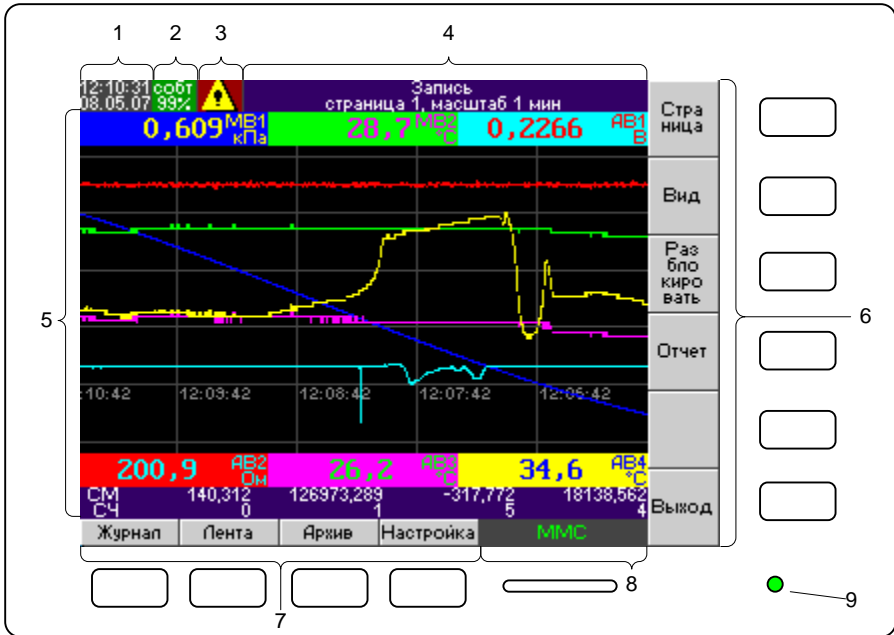

Рисунок 2.1 Интерфейс регистратора в режиме измерения
Регистратор имеет 10 функциональных клавиш, расположенных в два ряда – справа и снизу (см. рис. 2.1). Функции клавиш определяются режимом, в котором находится регистратор. Назначение каждой клавиши отображается на экране напротив соответствующей клавиши. Для увеличения размера рабочей области в режиме «Запись» имеется возможность скрыть подписи клавиш. Для этого в режиме «Запись» следует нажать клавишу **Выход**. Чтобы показать подписи следует нажать любую из 10 клавиш регистратора.
На передней панели регистратора имеется светодиодный индикатор записи на карту ММС (см. рис. 2.1, поз. 9). Также индикатор активен при включении регистратора.
- Текущее время и дата (см. рис. 2.1, поз. 1).
- Индикатор состояния памяти журнала событий (см. рис. 2.1, поз. 2). На индикаторе отображается количество свободной памяти для неподтвержденных событий в процентах от максимального размера журнала событий (750). Для того, чтобы освободить память, нужно войти в режим просмотра журнала событий и нажать клавишу **Подтвердить все**. В зависимости от уровня заполнения журнала индикатор имеет следующий цвет:
- Индикатор состояния аварийной сигнализации (см. рис. 2.1, поз. 3). Индикатор имеет следующие состояния:
- Индикатор текущего режима работы регистратора (см. рис. 2.1, поз. 4). На данном индикаторе выводится название текущего режима и другая дополнительная информация.
- Рабочее поле (см. рис. 2.1, поз. 5). В зависимости от режима работы регистратора на данном участке экрана отображается информация о текущих или архивных измерениях и настройках регистратора.
- Функциональное обозначение клавиш регистратора (см. рис. 2.1, поз. 6, 7).
- Индикатор состояния карты MMC (см. рис. 2.1, поз. 8). В случае если в разъеме MMC/SD присутствует карта, то на индикаторе отображается зеленым цветом надпись «MMC».
Для увеличения глубины архива измерений предусмотрена функция «Запись по событию». Для активации данной функции следует в меню «Общие настройки» установить параметру «Запись данных» значение «По событию». После этого регистратор переходит в режим ожидания события. В этом режиме производится измерение сигналов, однако не производится запись их значений во внутреннюю память. При этом на индикатор текущего режима работы регистратора (см. рис. 2.1, поз. 4) выводится сообщение «Измерение (ожидание события)». Также следует установить действие «Запись» для какой либо уставки
- «Авария». При возникновении определенного условия производится включение визуальной сигнализации (индикатор аварийной сигнализации - см. рис. 2.1, поз. 4) и регистрация факта превышения уставки в журнале событий (записывается тип уставки, канал, время срабатывания и значение сигнала во время срабатывания)